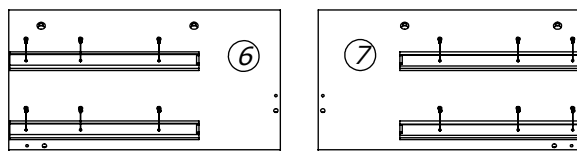

Рис. 1 - Установка направляющих на бока тумбы
Разберите направляющие на подвижную и неподвижную части, для чего раздвиньте их на всю длину, надавите на деблокировочный рычаг, и снимите их внутренние подвижные части. Неподвижные части прикрутите к боку левому (6) и боку правому (7) с помощью саморезов 3,5x16 (см. рис. 1). Используйте при этом разметку на боках.